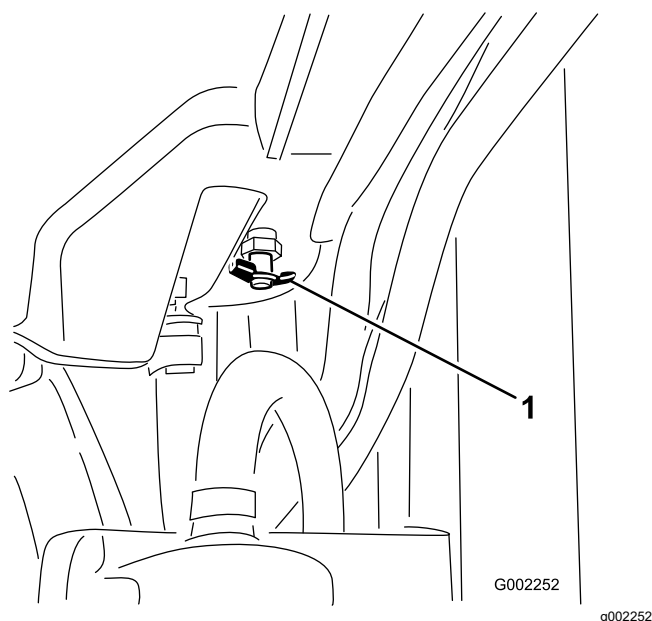

図 104
4. ドレンバルブを開いて冷却液を排出する 図 104。
5. ドレンバルブを閉じる 図 104。